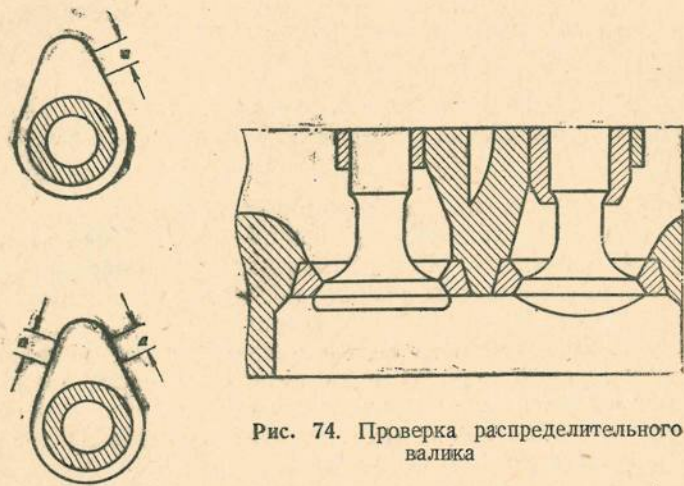

Рис. 74. Проверка распределительного валика
8. Осмотреть распределительные валки — все острые кромки кулачков, особенно в местах перехода к профилю и вершине профиля, должны быть тщательно зачищены оселком и заполированы мелкой крокусовой шкуркой. Осмотреть кулачки распределительных валиков — если износ превышает допустимый (рис. 74), распределительные валки заменить.